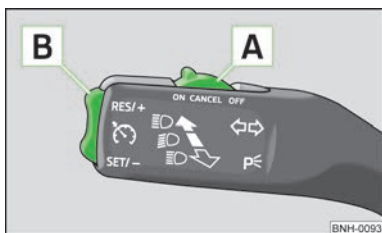

Fig. 68
- Pulsar el conmutador **A** » fig. 68 a la posición **ON**.
- Presionar el balancín **B** » fig. 68 de la página 77 a la posición **RES**.
- La velocidad memorizada se puede reducir presionando el balancín **B** » fig. 68 de la página 77 en la posición **SET**.
La velocidad también se **desconecta temporalmente**, pulsando el interruptor **A** » fig. 68 de la página 77 a la posición de suspensión elástica **CANCEL** o bien el pedal de freno o de embrague.
- Pulsar el conmutador **A** » fig. 68 de la página 77 desplazándolo hacia la derecha a la posición **OFF**.